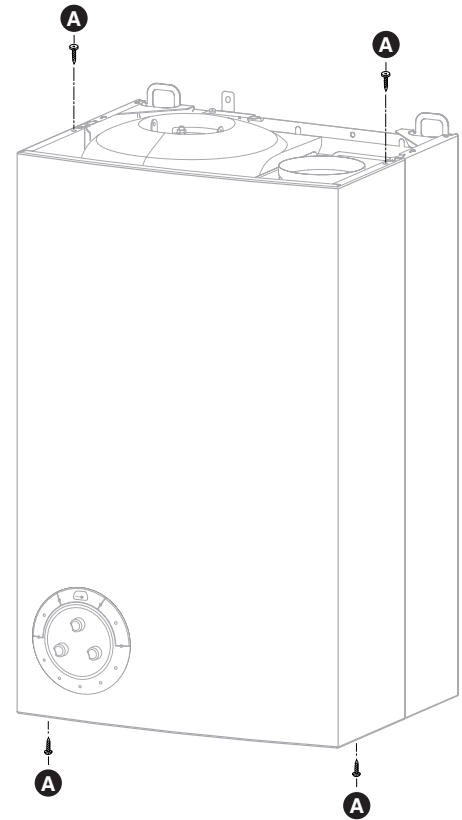

Fig. 9
- destornillar los 4 tornillos de fijación de la carcasa **A** (fig. 9)
- atornillar los 4 tornillos de fijación del frontal **A** (fig. 9)